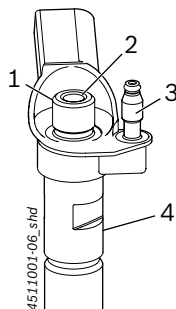

Fig. 7: CRI Piezo
ii En la mayoría de CRI Piezo, el lado más largo del bisel, y de este modo el mayor espesor de pared, se encuentra en el lado del retorno (Fig. 7, pos. 3).